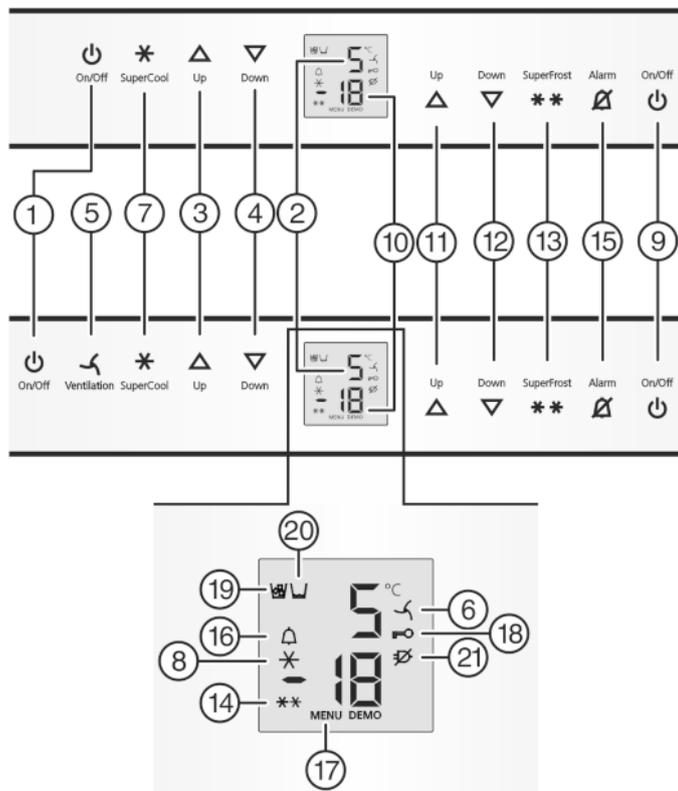

Fig. 2
- ▶ Нажмите кнопку On/Off морозильного отделения Fig. 2 (9).
- ▶ Нажмите кнопку On/Off холодильного отделения Fig. 2 (1).
- ▶ Активация режима настройки: удерживайте кнопку SuperFrost Fig. 2 (13) прибл. 5 секунд.
- ▷ Символ меню *Fig. 2 (17)* горит.
- ▶ Коротко нажмите кнопку SuperFrost *Fig. 2 (13)* для подтверждения.
- ▶ Для включения защиты от детей коротко нажмите клавишу SuperFrost *Fig. 2 (13)*.
- ▷ Символ "Защита от детей" *Fig. 2 (18)* горит. На индикации мигает **с**.
- ▶ Для выключения защиты от детей коротко нажмите клавишу SuperFrost *Fig. 2 (13)*.
- ▷ Символ защиты от детей *Fig. 2 (18)* гаснет. На индикации мигает **с**.
- ▶ Выход из режима настройки: нажмите кнопку On/Off морозильного отделения *Fig. 2 (9)*.
- ▶ Нажмите кнопку Alarm *Fig. 2 (15)*.
Одновременно мигает индикация температуры и символ тревоги *Fig. 2 (16)*.